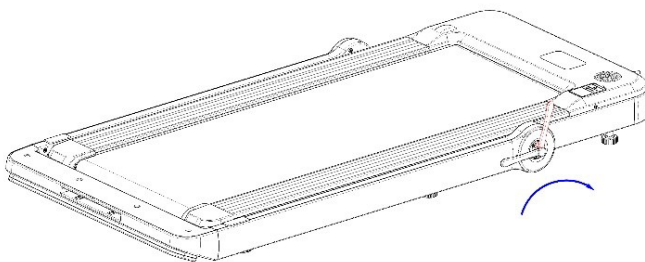

Abbildung 1
1. Nehmen Sie das Laufband aus dem Karton und stellen Sie es flach auf einen ebenen Untergrund. Schrauben Sie dann den Verriegelungsgriff ab, wie in der Abbildung unten gezeigt (Abbildung 1). Heben Sie die Säule bis zum oberen Anschlag an und ziehen Sie den Feststellgriff fest. (Abbildung 2: Mindestens Für die Installation sind 2 Personen erforderlich.)